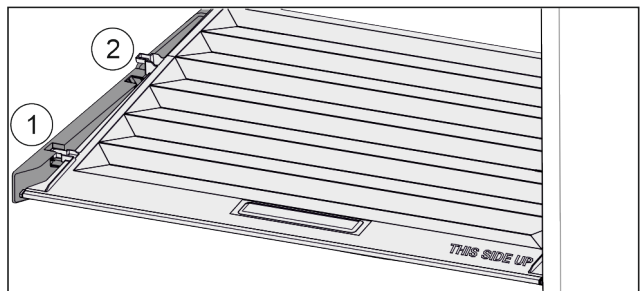

Fig. 93
- ▶ Deckel bis zur Öffnung in den Halteteilen nach vorne ziehen Fig. 93 (1).
- ▶ Hinten von unten anheben und nach oben wegnehmen Fig. 93 (2).